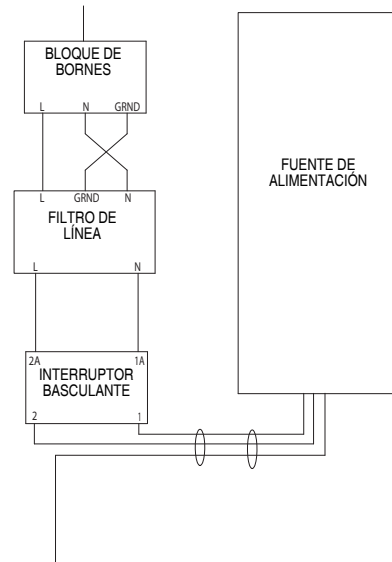

FIG. 10. Esquema eléctrico
2. Conecte el cable de alimentación eléctrica al bloque de bornes como se muestra en FIG. 10.